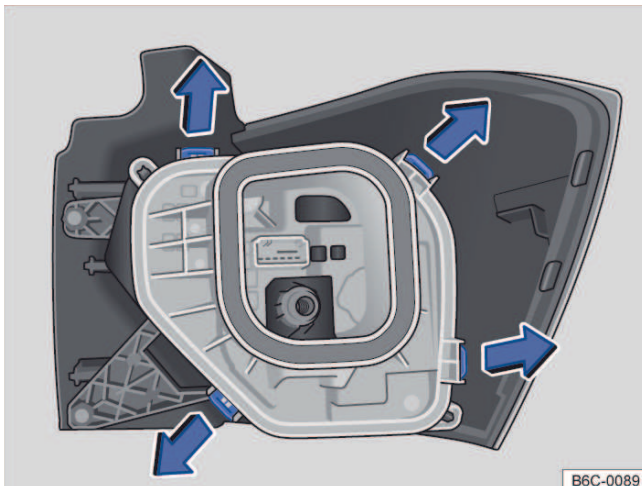

Fig. 136 Lanterna traseira: desinstalar o suporte das lâmpadas
9. Para destravar o suporte das lâmpadas, pressionar cada lingueta de travamento → Fig. 136 no sentido das setas.
15. Instalar o suporte das lâmpadas na lanterna traseira. As linguetas de travamento → Fig. 136 devem encaixar de forma audível.